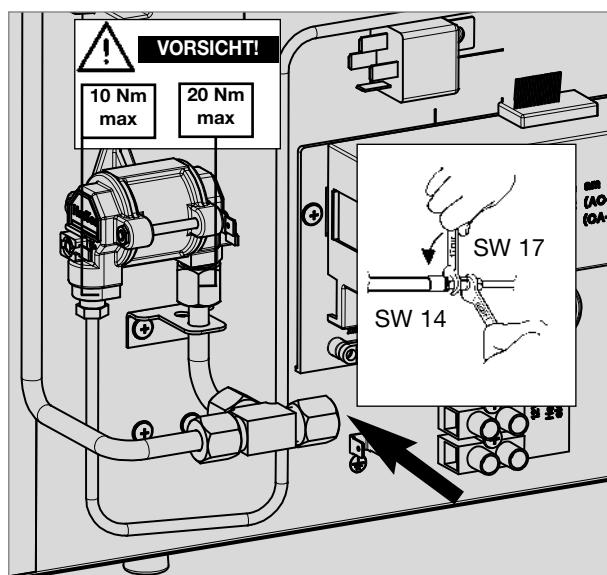

Abb. 38
- Der Gasanschluss am Gerät erfolgt mittels einer Schneidring- (Ermeto-) Verschraubung L8, DIN 2353-ST nach EN 1949 (siehe Abb. 38).